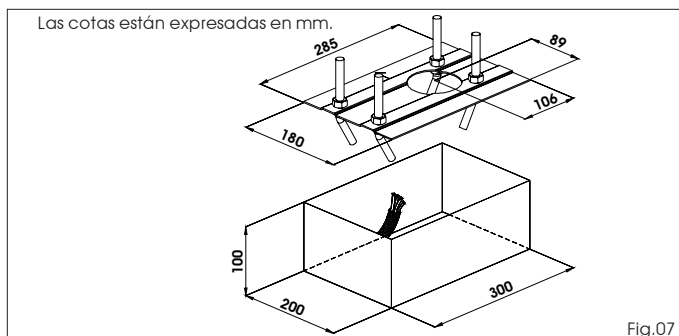

Fig.07
- Una vez determinada la posición de la placa de cimentación realice una zapata como se indica en la Fig. 07 y cubre la placa previendo varias vainas para el paso de los cables. Compruebe la perfecta horizontalidad de la placa con un nivel de burbuja. Espere que fragüe el cemento.